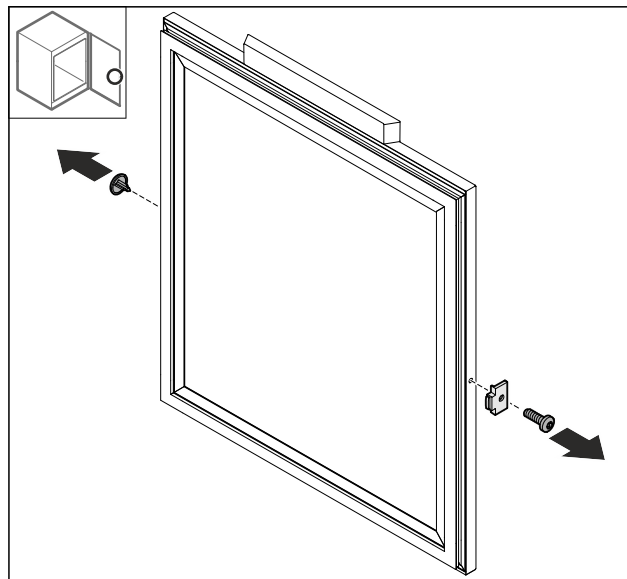

Fig. 47
- ▶ Снимите крышку Fig. 47 (1).
- ▶ Демонтируйте ограничитель хода двери Fig. 47 (2).